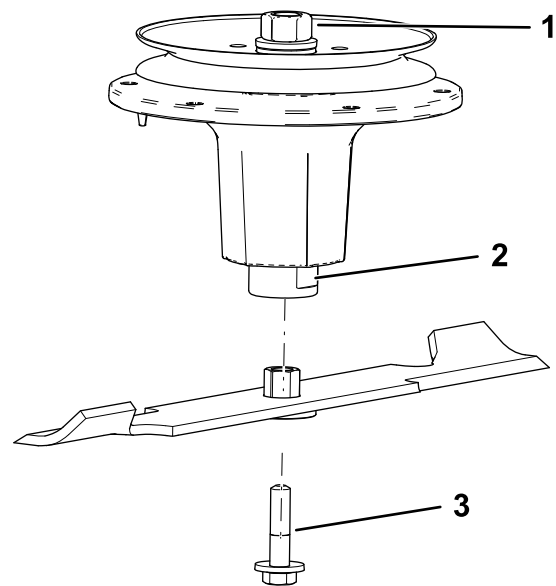

Figure 80
2. Installez l'ensemble douille et lame sur l'axe de pivot (Figure 80).